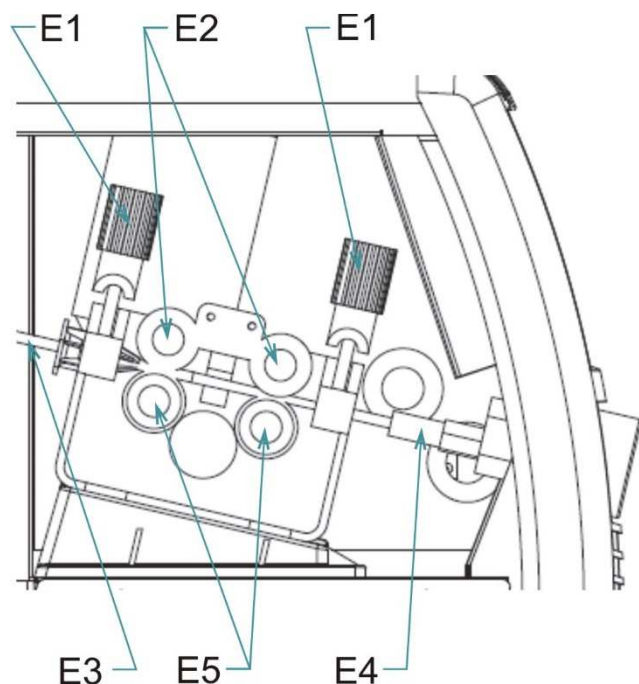

Abb. 2 - Rollen Drahtvorschub
1. Kippen Sie die Spannmutter (Abb.2, Pos. **E1**) bei Doppel-Drahtvorschubrollen nach rechts, bzw. bei Vier-Drahtvorschubrollen nach vorn, die Andruckrolle (Abb.2, Pos. **E2**) wird nach oben geöffnet.
2. Schrauben Sie das PVC-Sicherungsteil heraus (Abb.2, Pos. **E5**) und nehmen Sie die Drahtvorschubrolle ab.
3. Sofern an der Drahtvorschubrolle die geeignete Rille ist, drehen Sie die Rolle um und setzen Sie sie wieder auf die Welle und sichern sie durch Einschrauben des Sicherungsteils ab (Abb. 2 Pos. **E5**).